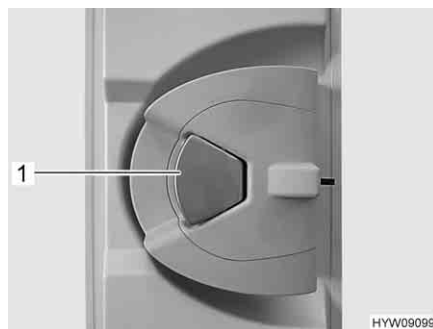

Fig. 47 Serratura della porta, lato interno
*Apertura:* ■ Tirare la maniglia della porta (Fig. 47,1).
*Bloccaggio:* ■ Premere la maniglia della porta (Fig. 47,1).